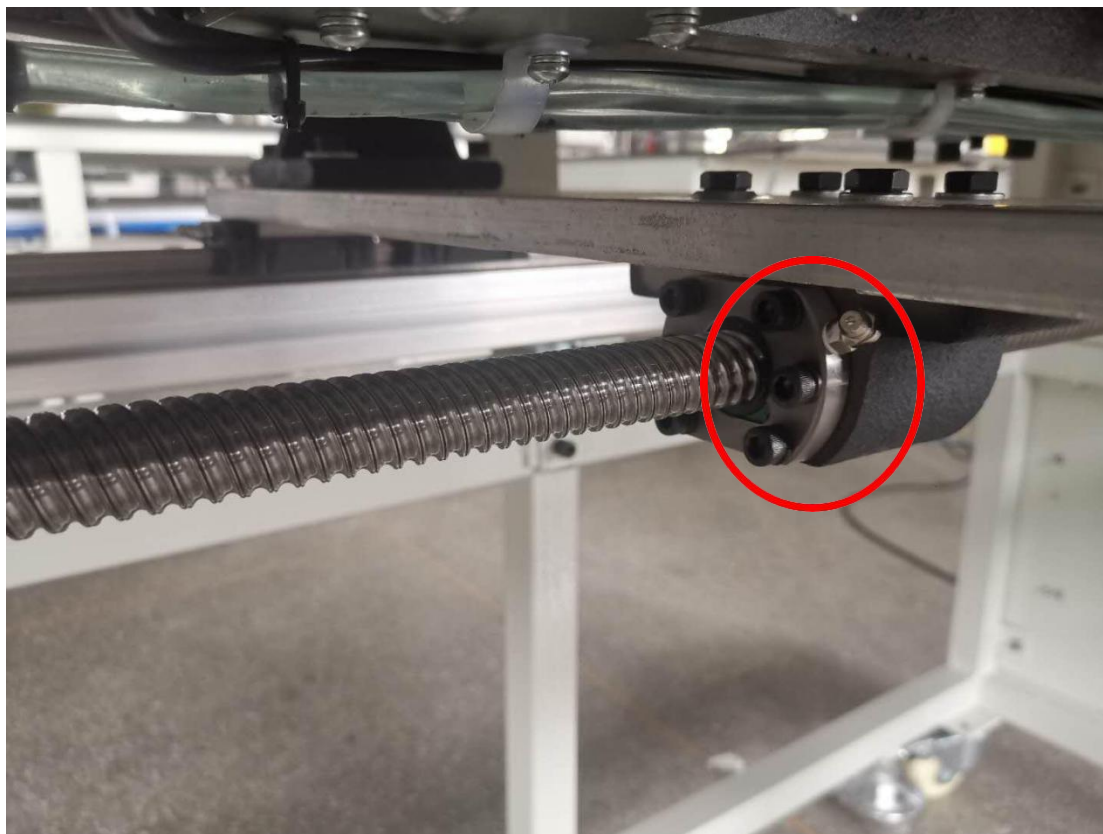

图 11
6) 每隔 2 个月后，在Y 方向的丝杆母上用黄油枪对准加油孔注入黄油，使滚珠与丝母丝杆之间保持长期润滑，耐磨、稳定。如图 11: